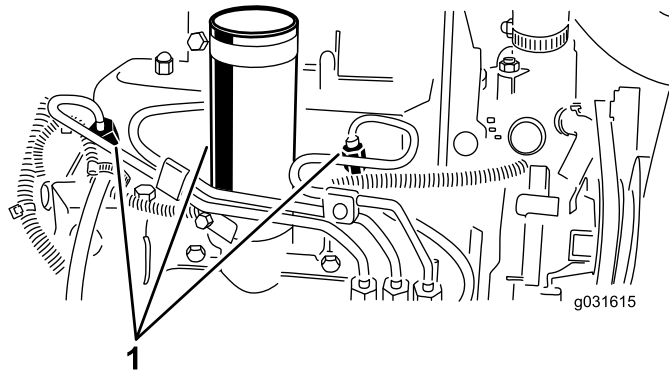

図 53
1. 燃料噴射ポンプの No.1 インジェクタノズル 図 53 へのパイプ接続部をゆるめる。